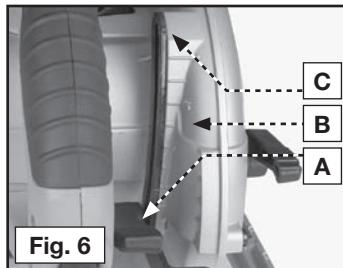

Fig. 6
1. Levez le levier de blocage de la profondeur de coupe (A) Fig. 6 à l'arrière de la scie.
REMARQUE: Le capot supérieur (B) Fig. 6 est marqué en paliers de 1/4 po pour faciliter le réglage de la profondeur de coupe. Alignez le trait de profondeur (C) Fig. 6 avec le trait de la profondeur désirée sur le capot.